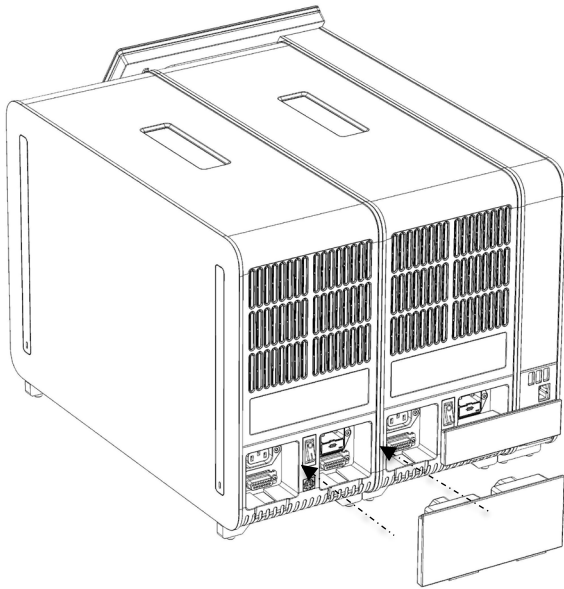

Рис. 18. Приєднання з'єднувального моста аналітичних модулів.
6. Під'єднайте з'єднувальний міст аналітичних модулів на задній панелі аналізатора КВІАстат-ДКс (QIAstat-Dx) 1.0, щоб об'єднати два модулі (рис. 18).